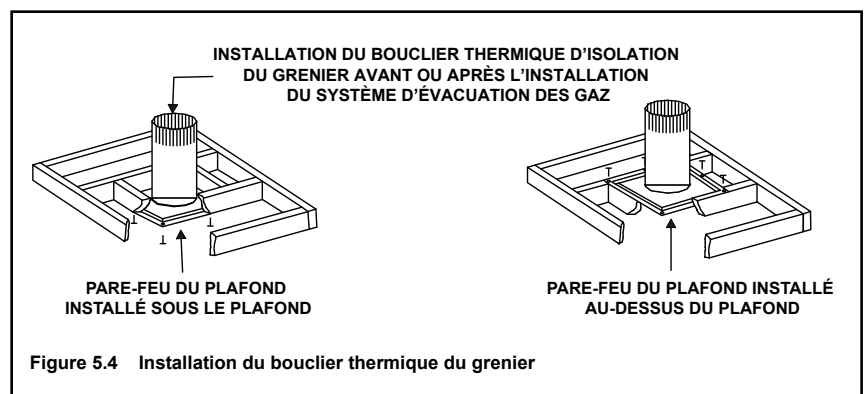

Figure 5.4 Installation du bouclier thermique du grenier
- Le pare-feu du plafond peut être installé sur ou sous les poutres de soutien du plafond, lorsqu'il est installé avec un bouclier thermique d'isolation du grenier. Il doit être sous les poutres de soutien entre les planchers non isolés. Consultez la Figure 5.4.